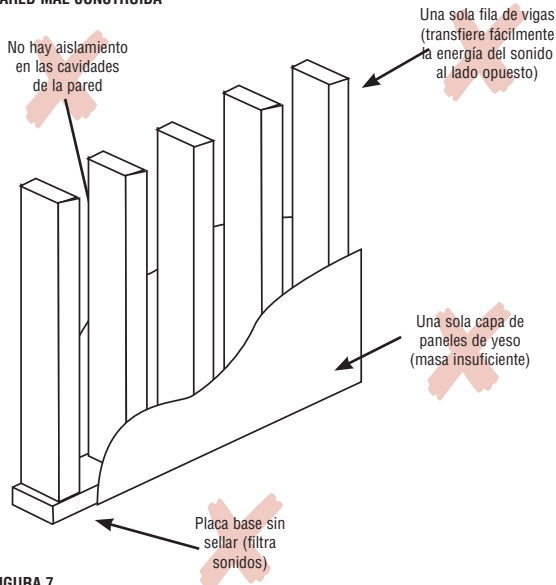

FIGURA 7
- En primer lugar, inspeccione las paredes. Fíjese si hay brechas o aberturas visibles. Pida a alguien que vaya del otro lado de la pared y haga ruido; luego, detecte las áreas problemáticas. Determine lo mejor que pueda de qué están compuestas las paredes. ¿De bloques de cemento? Algunos bloques de cemento livianos son muy porosos y pueden propagar una gran parte del sonido. Si se trata de vigas de madera o metal y una sola capa de paneles de yeso sin aislamiento, seguramente escuche un nivel significativo de ruido a través de las paredes (figura 7).